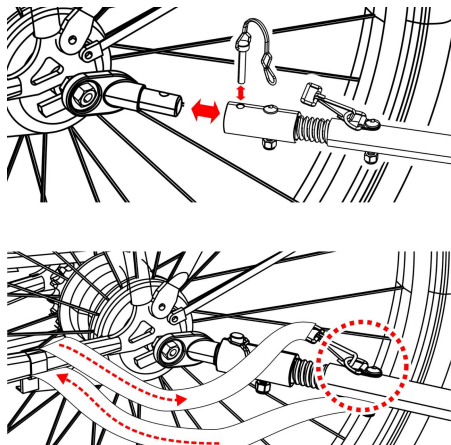

Figur 2
**2. Mutteraxel:** Skruva loss muttern med brickan från vänster sida av cykelns bakaxel. Montera dragkroken på axeln och skruva tillbaka muttern med brickan ( Figur 2 ).